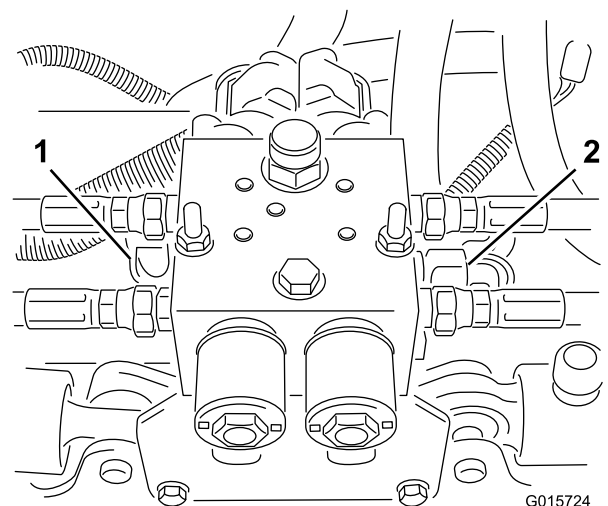

Figure 6
Remarque: Desserrez les 2 raccords hydrauliques sur le côté droit et la prise de contrôle (Figure 6).
13. Déposez le bloc hydraulique du support après avoir retiré 2 boulons et 2 contre-écrous (Figure 6).